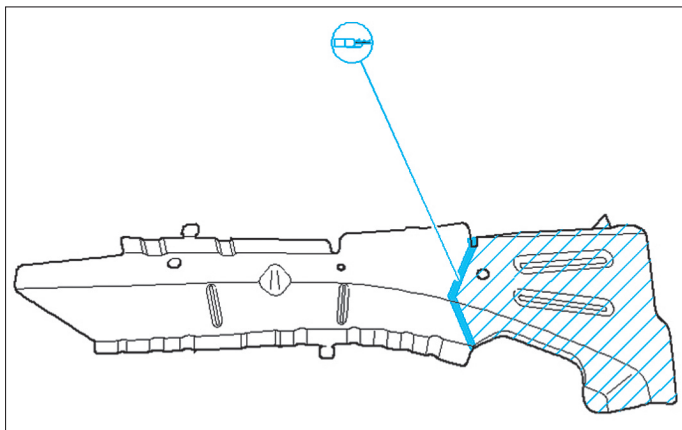

FIG. 19
- Décaper tous les points qui vont être assemblés par soudure (Fig.19).